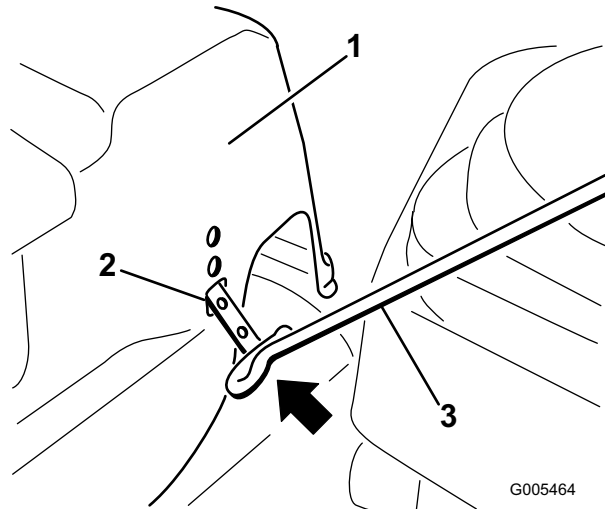

Bild 2
1. Ermitteln Sie die rechteckige Öffnung innen an der rechten Gondel. Setzen Sie das Ende der Haubenstange im richtigen Winkel (siehe Bild 2) in die rechteckige Öffnung ein. Stellen Sie sicher, dass die Stange so ausgerichtet ist, dass die Biegungen in der Stange nach vorne zeigen, damit die Befestigungsriemen angebracht werden können.